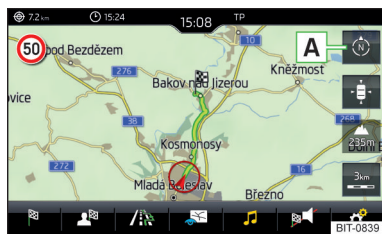

Fig. 236
- ▶ Pentru **modificarea orientării hărții** atingeți în meniul principal *Navigație* suprafața de comandă funcții **A** » fig. 236.